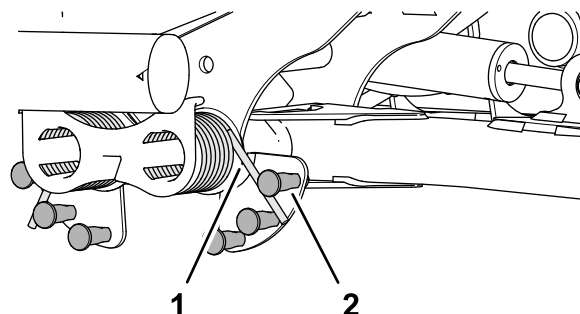

図 51
2. カウンタバランススプリングの長い方の端部にパイプなどを被せ、テコの原理を利用してスプリングをショルダ付きスタッドの希望位置上にセットする 図 51。